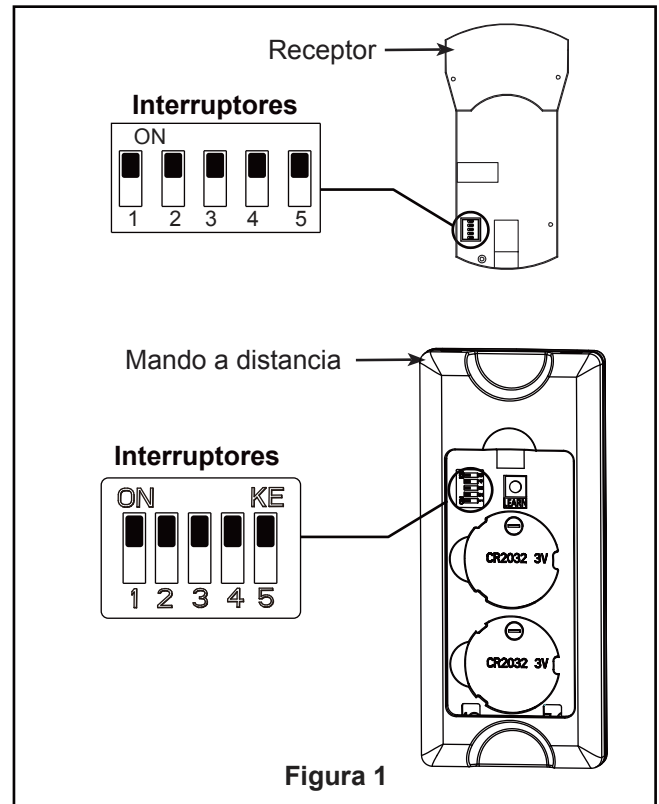

Figura 1
- 1. Instale la cubierta rotando la ranura clave en la cubierta sobre el tornillo de hombro del soporte del gancho, teniendo cuidado de no pillar los cables. Fije el tornillo de hombro. Instale adecuadamente y fije el segundo tornillo de hombro que fue anteriormente guardado. (Figura 1)